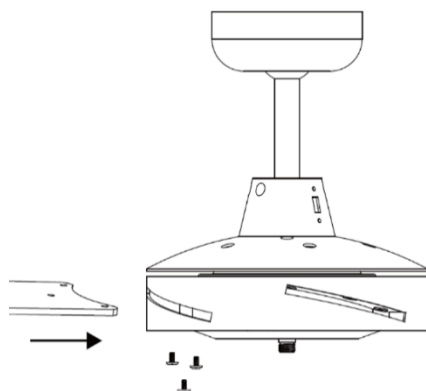

Abb. 6
3. Setzen Sie das Rotorblatt in die Aussparung am drehbaren Teil des Ventilatormotors ein. Bringen Sie die 3 Montageöffnungen am Rotorblatt mit den 3 Montageöffnungen am Drehteil des Ventilatorantriebs in die Flucht. Ziehen Sie mit den (in Schritt 1 abmontierten) 3 Rotorblattschrauben die Rotorblätter am Ventilatorantrieb gleichmäßig fest. (Die Schrauben nicht überdrehen, andernfalls werden die Rotorblätter beschädigt. Abb. 6